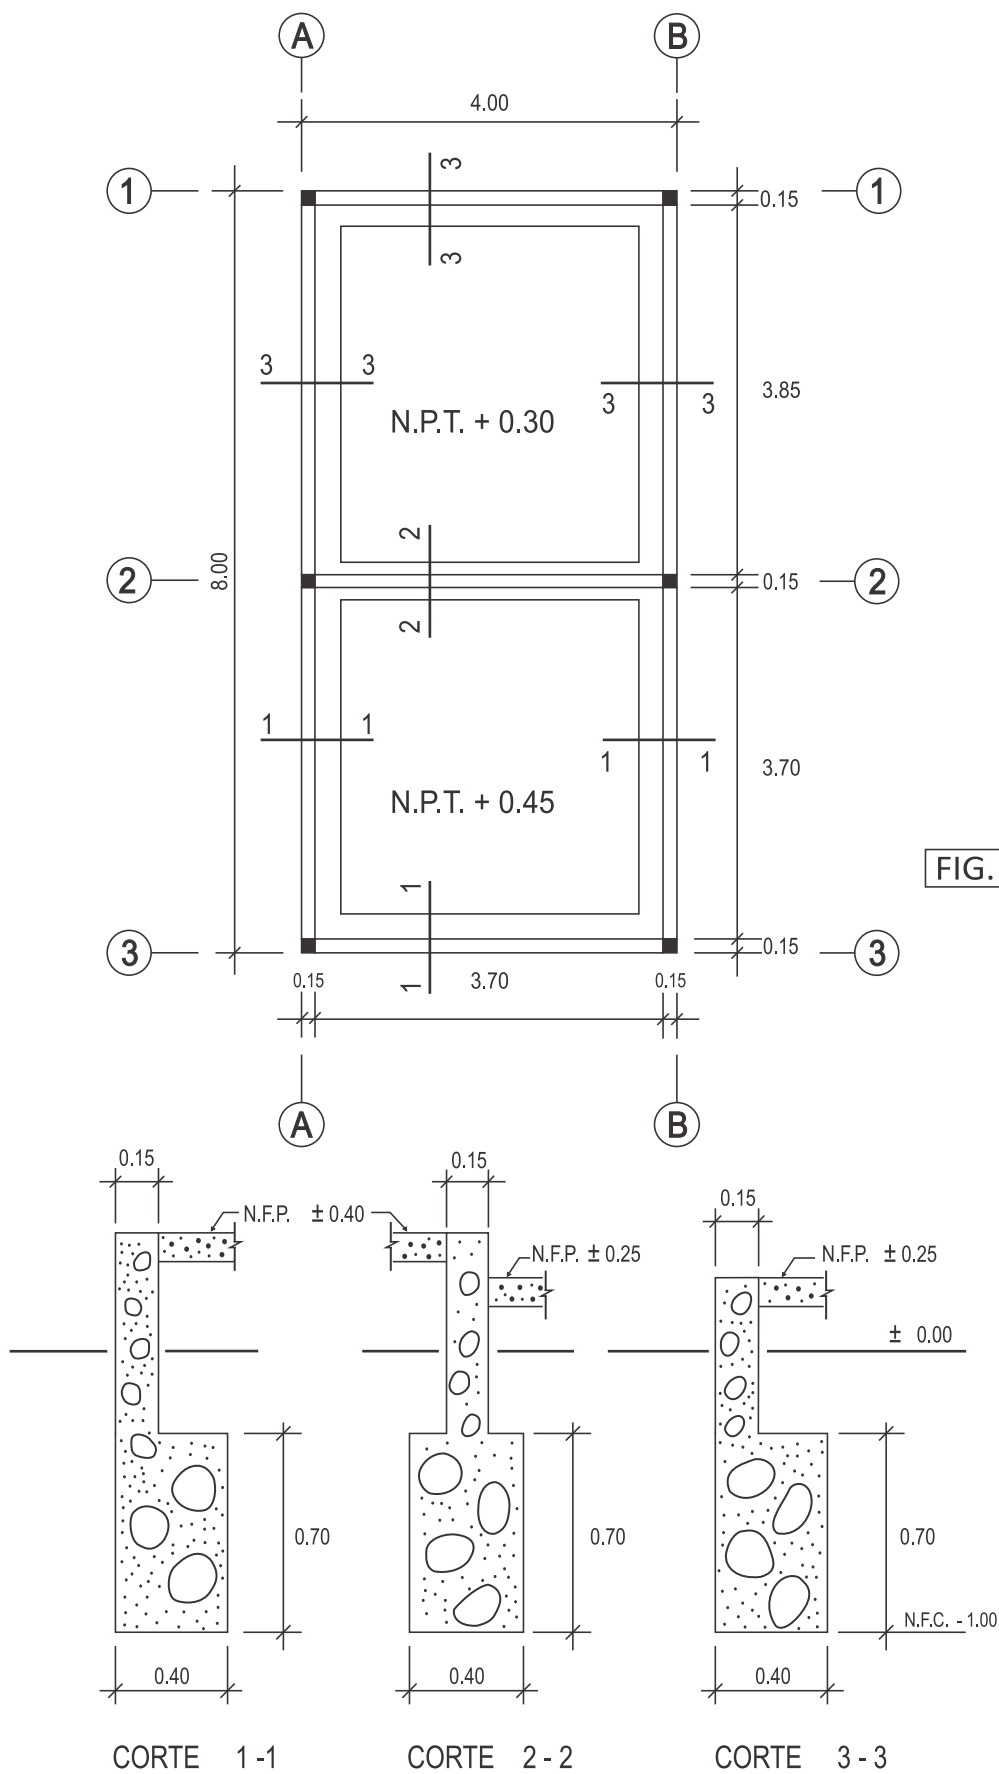

FIG. 2
- 4.- La Planta mostrada (fig. 2) es de muros portantes, hallar: